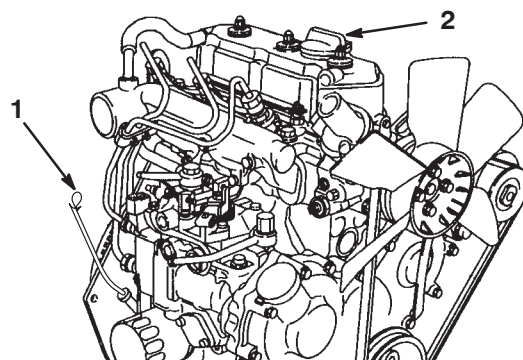

Figure 24
2. Retirez la jauge et essuyez-la sur un chiffon propre (Fig. 24). Insérez la jauge tout au fond du tube. Sortez la jauge du tube et vérifiez le niveau d'huile. Si le niveau est trop bas, retirez le bouchon de remplissage du couvre-culasse et versez **lentement** juste assez d'huile pour amener le niveau au repère maximum de la jauge. Versez l'huile lentement et vérifiez souvent le niveau durant la procédure. **Ne remplissez pas excessivement.**